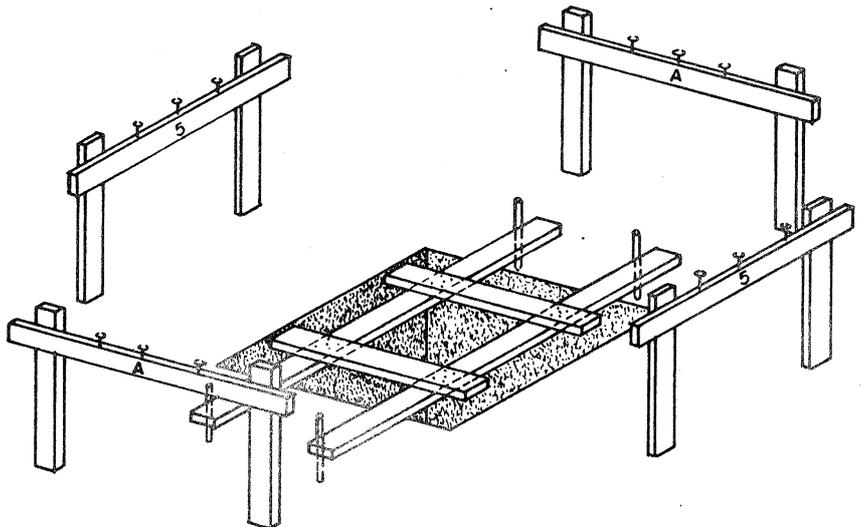

Fig. 8
7. Se fijan los cuartones al terreno por medio de estacas de cabilla (fig. 8).